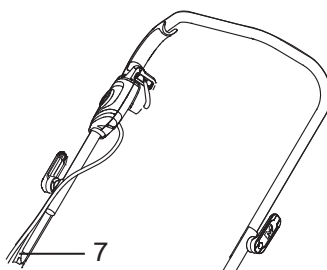

Fig.7
- > Attachez le cordon à la poignée avec les attaches de cordon [7] incluses dans la boîte. Assurez-vous que le cordon n'est pas coincé entre les poignées du haut et du bas. (Fig.7)